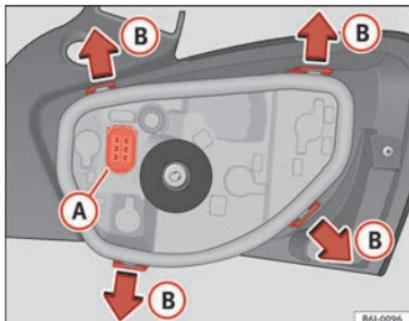

Fig. 196 Cambio delle lampadine delle luci posteriori.
- Rimuovere il portalampadine separandolo dalla scatola. Premere sulle linguette **(B)** nel senso indicato dalle frecce » fig. 196.